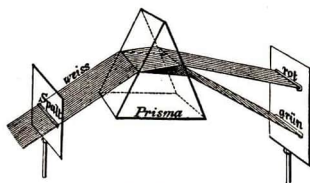

Abb. 248. Spektrallinien
**Versuch:** Läßt man aus **Grün** und **Rot** gemischtes weißes Licht durch einen Spalt und dahinter durch ein **Prisma** gehen, so wird das Licht in eine rote und eine grüne Linie geschieden. Solche Linien nennt man **Spektrallinien** (Abb. 248).